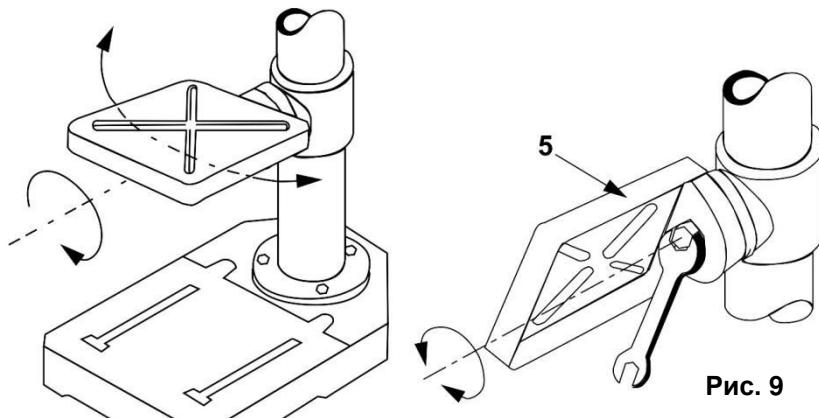

Рис. 9
- Для косого сверления или в случае обработки наклонной детали можно изменить угол наклона рабочего стола (5) (См. Рис.9).